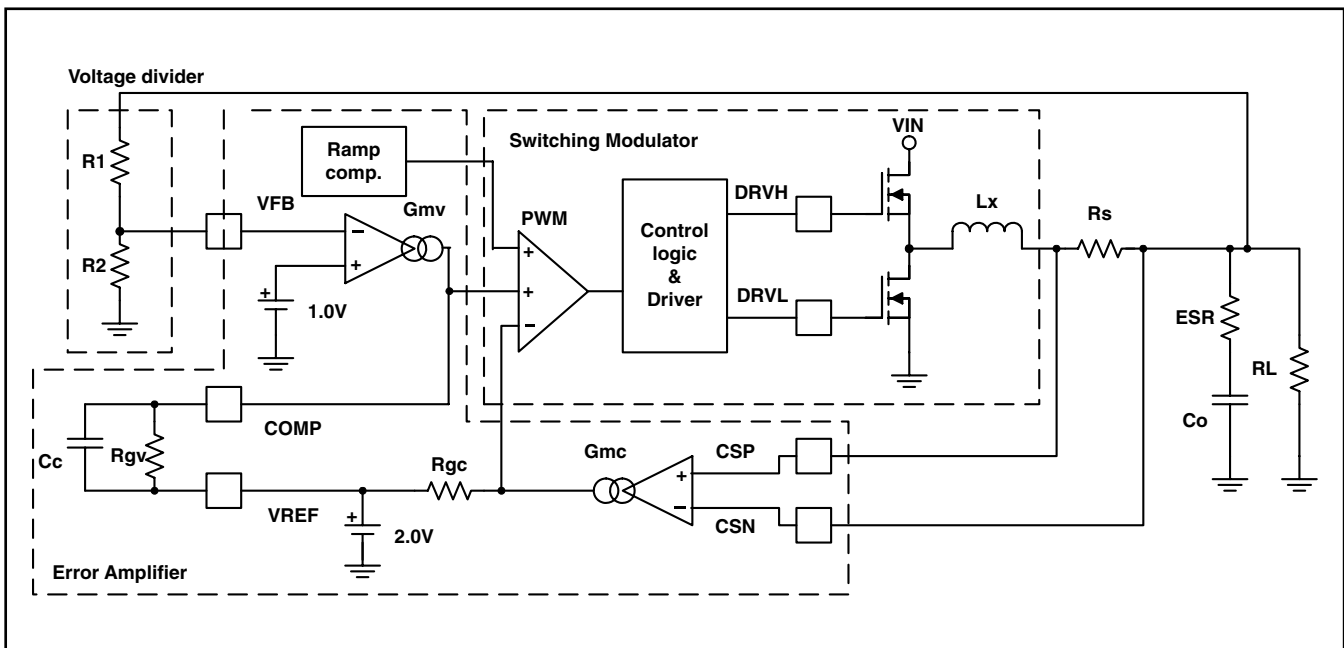
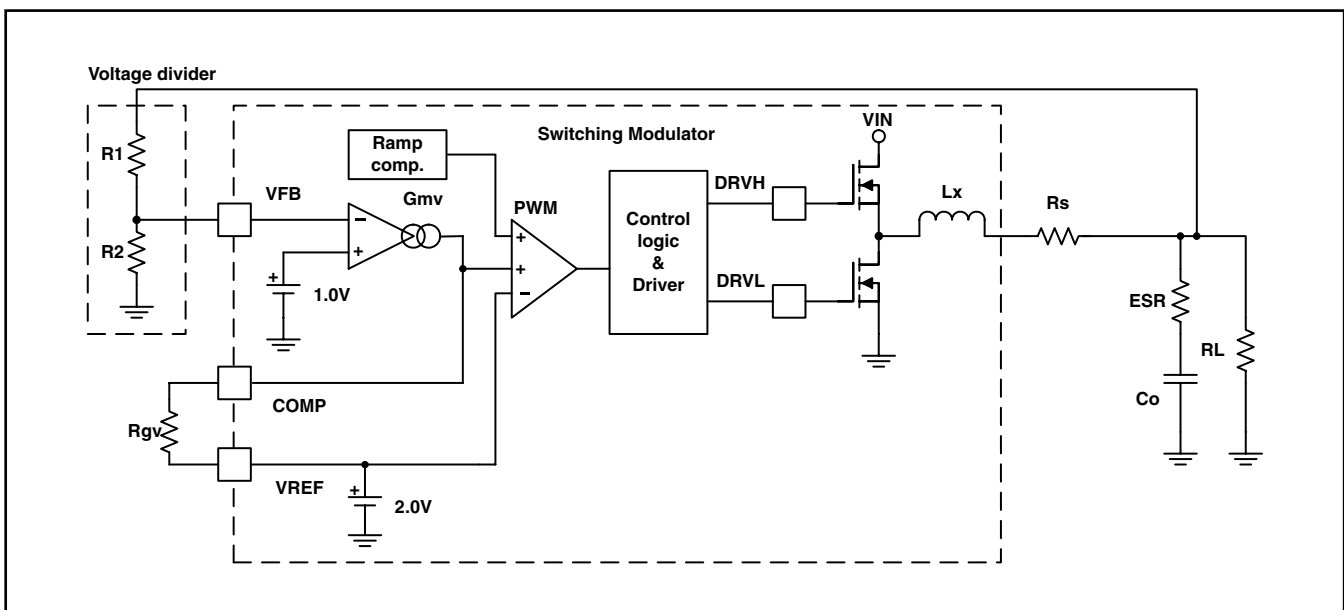

図 44. Simplified Current Mode Functional Blocks
図 45. Simplified D-CAP Mode Functional Blocks
TPS51220を使用した降圧型コンバータはリニア回路とスイッチングモジュレータで構成されます。図44と図45に基本構成図を示します。
1. 次の式を用いて出力電圧の分割抵抗 (図44に示されている R1とR2) を決めます。